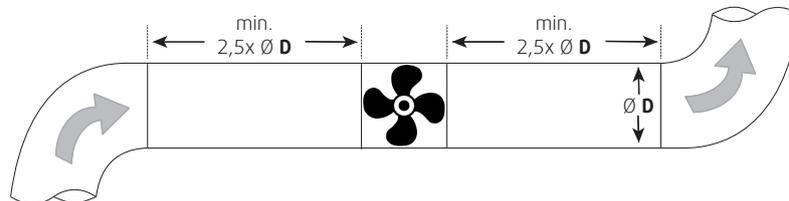

Fig. 1 Gaines droites
- ◆ Assurer un flux d'air constant et régulier à l'appareil. Assurer un refoulement libre. Voir Fig. 1 *Gaines droites*, page 8.